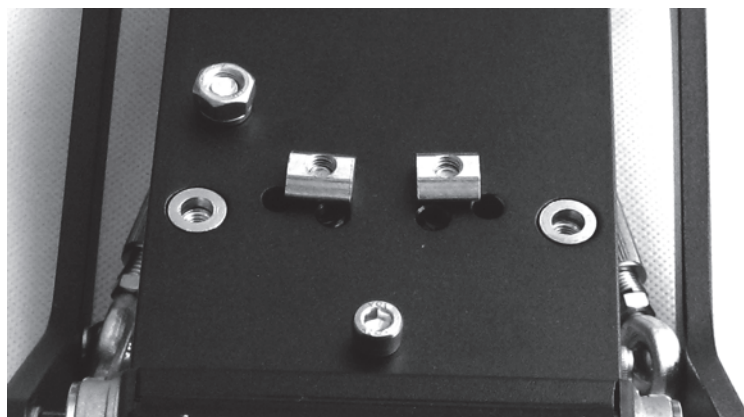

Рис. 2.7.
- 4.3. Наживите профильные гайки на вставленные винты с внешней стороны корпуса (рис. 2.7)